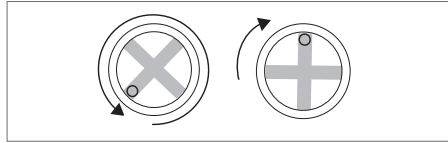

图 7.1: 微调中档设置
1. 在断电状态下,选择人工安装模式(DIP6设为OFF)。预设 DIP1、2、3为OFF, DIP4、5为ON。微调设置为中档(用一字螺丝刀先逆时针将旋转到到底,再顺时针135°转平即可),如下图7.1。